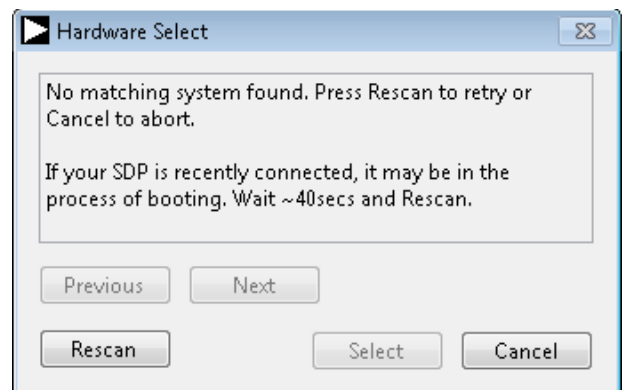

図 15. [SDP-H1 ボードが USB ポートに接続されていない] ポップアップ・ウィンドウ・エラー
2. ソフトウェアは接続されているハードウェアを自動的に探します。したがって、ハードウェアが接続されていない場合は、ソフトウェアの起動時に接続エラー (図 15 参照) が表示されます。評価ボードを SDP-H1 に接続し、さらに SDP-H1 を PC の USB ポートに接続し、数秒待ってから [Rescan] をクリックし、指示に従ってください。